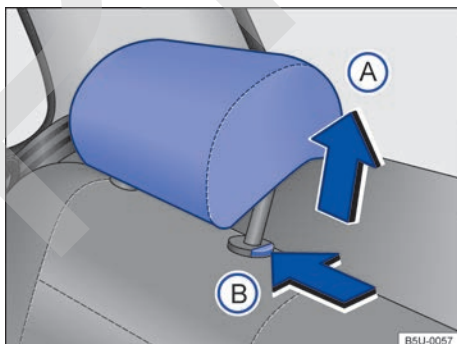

Fig. 38 Remover el apoyacabezas trasero.
- Presionar la tecla → fig. 38 (B) en el sentido de la flecha. Retirar el apoyacabezas con la tecla presionada.
- Empujar hacia abajo el apoyacabezas con la tecla → fig. 38 (B) presionada.